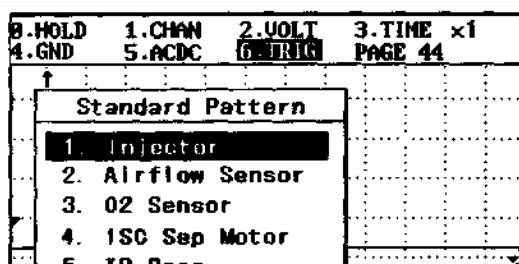

Рис. 3-26. Меню стандартного образца
- d. Выберите датчик или пусковое устройство в меню. Стандартный образец выбранного датчика или пускового устройства появится справа в главном окне (рис.3-26).